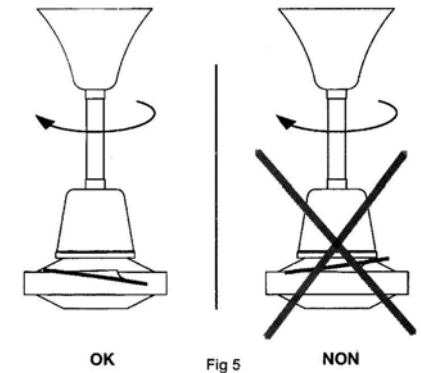

Fig 5
- Placer la pale avec l'inclinaison indiquée fig.5